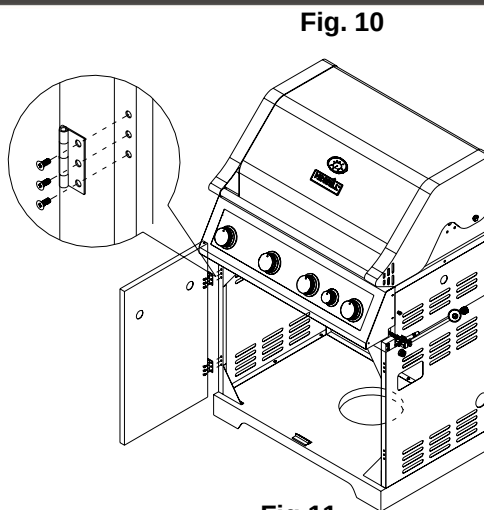

Fig. 10
Sujete ambas bisagras de la puerta a la placa metálica usando 12 tornillos de cabeza plana de 5/32 pulgadas x 10 mm (EE), como muestra la Fig. 10.